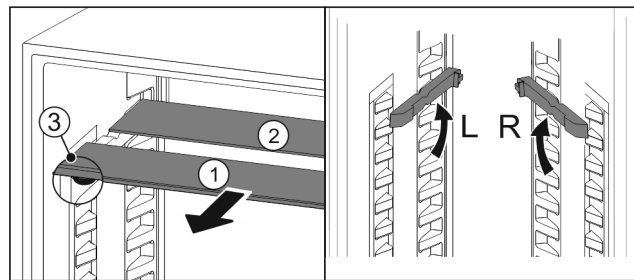

Fig. 62
- estrarre i ripiani di vetro singolarmente tirando in avanti Fig. 62 (1).
- Il piano in vetro Fig. 62 (1) con il motivo ornamentale è nella parte anteriore.
- I fermi Fig. 62 (3) sono rivolti verso il basso.